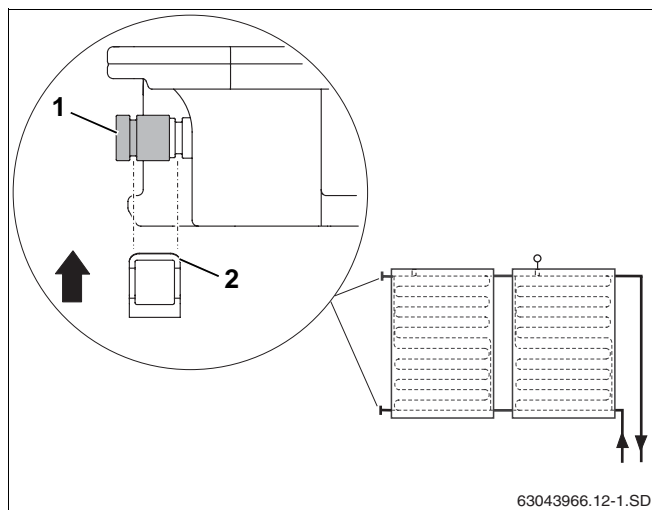

Bild 39 Säkra ändhylsor med klämmor
- ▶ Skjut ändhylsan med O-ring (bild 39, **pos. 1**) på solpanelsanslutningen.
- ▶ Skjut klämman (bild 39, **pos. 2**) över ändhylsan och solpanelsanslutningen som säkring.